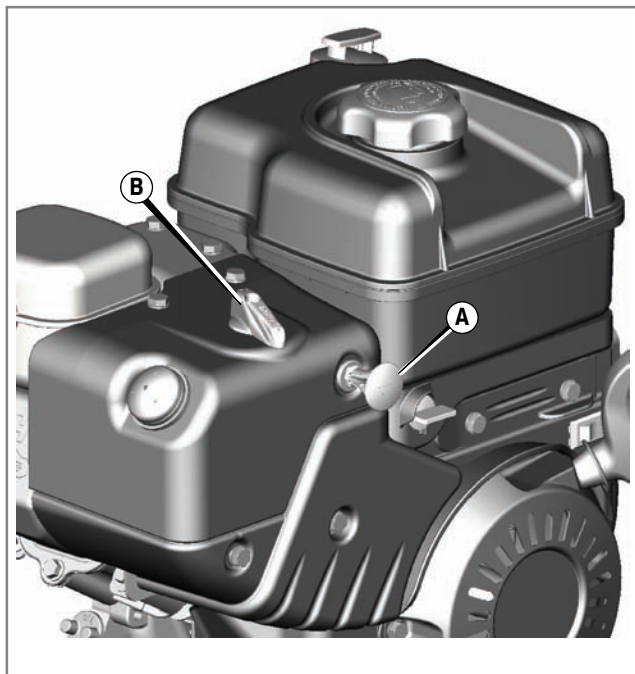
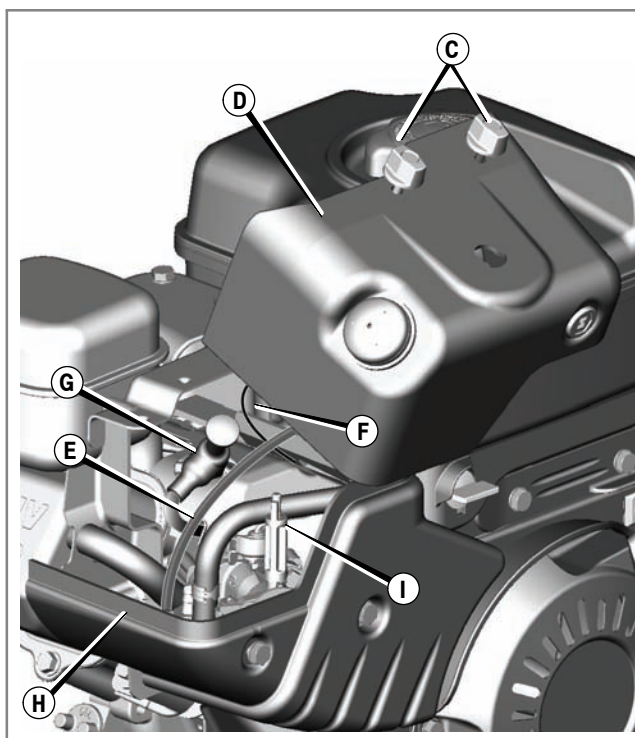

Figure 12
Figure 13
1. Enlever la clé de sécurité (A). La maintenir hors de portée des enfants. Voir Figure 12.
2. Saisir le bouton du starter (B) et le tirer vers le haut pour l'enlever.
3. Enlever les vis de fixation (C, Figure 13).
4. Démontez avec précaution la partie supérieure du capot à neige (D). Ne pas déconnecter le tuyau de l'amorceur (E) ou le fil de contact d'arrêt (F).
5. La bougie (G) est désormais accessible.
7. Monter la partie supérieure du capot à neige sur la base de ce dernier (H). Veiller à ce qu'elle s'enclenche sur la base. Fixer à l'aide des vis de fixation.
8. Aligner les encoches du bouton du starter avec les taquets de la bielle du starter (I) puis enfoncer pour mettre en place. Si le bouton n'est pas installé correctement, le starter ne fonctionnera pas.